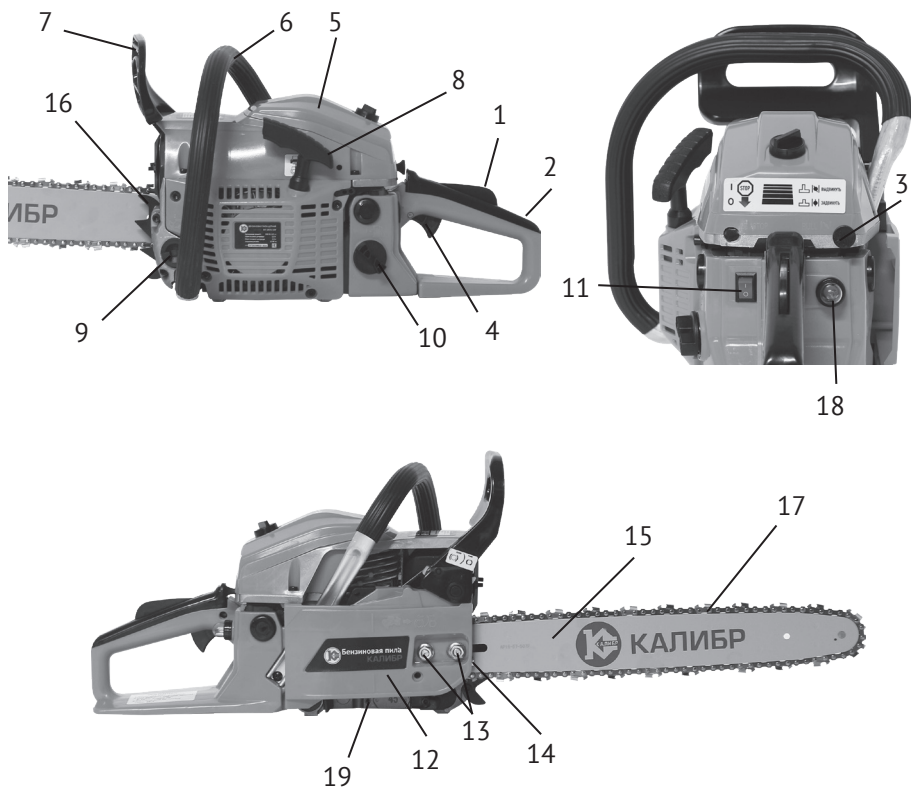

рис.1
Бензопила – инструмент, использующий в качестве привода одноцилиндровый двухтактный бензиновый двигатель внутреннего сгорания. Рабочим органом пилы является пильный аппарат, состоящий из бесконечной (замкнутой) пильной цепи (рис.1 поз.17), движущейся по шине (рис.1 поз.15).
Двигатель работает на топливе из смеси неэтилированного бензина с октановым числом не менее 92 и специального масла для 2-тактных двигателей. Он оснащён мембранным карбюратором и электронной системой зажигания. Для запуска двигателя служит ручной стартёр (рис.1 поз.8) и ручной насос (праймер, рис.1 поз.18) для предварительной подкачки топлива в карбюратор.
Ведущая звёздочка приводится в движение автоматической муфтой сцепления. На холостых оборотах зацепление не происходит, и пильная цепь не движется. Увеличиваем обороты двигателя до рабочих нажатием на рычаг управления дросселем (рис.1 поз.4). При этом колодки муфты сцепления расходятся и входят в зацепление с барабаном. Вращение начинает передаваться на приводную звёздочку пильной цепи. После отключения рычага управления дросселем, обороты двигателя снижаются до холостого хода (около 2900 об/мин), цепь автоматически останавливается. Остановка цепи также осуществляется механическим тормозом двойного действия: вручную, нажав левой рукой на щиток тормоза (рис.1 поз.7) от себя, или при срабатывании автоматического инерционного привода (при отскоке, защемлении цепи).
Две рукоятки пилы – передняя (рис.1 поз.6) и задняя (рис.1 поз.2) оснащены устройством виброгашения.
2.4 Общий вид бензопилы представлен на рис.1
2.5.1 Установка зубчатого упора (рис.1 поз.16)
Перед монтажом зубчатого упора убедитесь, что переключатель зажигания (рис.1 поз.11) находится в положении «0» - выключено.
- открутите с помощью комбинированного ключа гайки (рис.1 поз.13) крепления шины и снимите тормоз цепи в сборе;
- установите зубчатый упор (рис.1 поз.16) (зубьями вверх) и зафиксируйте двумя винтами (см.рис.).
- Ослабьте с помощью комбинированного ключа и снимите с пилы гайки (рис.1 поз.13)
- При снятом тормозе цепи, установите шину (рис.1 поз.15) на крепёжные шпильки в крайнее заднее положение.
- Пильную цепь (рис.1 поз.17) наденьте на ведущую звёздочку, расположенную за барабаном сцепления. Уложите верхнюю часть цепи в паз шины, пропустите цепь между зубцами ведомой звёздочки на переднем конце шины. Потяните шину вперёд так, чтобы нижняя часть цепи «села» в паз шины. Проверьте, чтобы направление зуба цепи совпадало с направлением, указанным на корпусе. Убедитесь, что тормоз цепи находится в выключенном положении.
- Удерживая шину с цепью, установите тормоз цепи на крепёжные шпильки, так чтобы сухарь винта натяжителя цепи (рис.1 поз.14) попал в регулировочное отверстие хвостовика шины.
- Затяните гайками (рис.1 поз.13) шину и тормоз цепи вручную.
Внимание! Перед регулировкой натяжения цепи убедитесь, что гайки крепления шины (рис.1 поз.13) немного ослаблены.
Регулировка натяжения цепи производится винтом (рис.1 поз.14) при ослабленных гайках крепления шины:
- открутите пробку масляного бака (рис.1 поз.9);
Расход масла для смазки цепи регулируется винтом (рис.1 поз.19). При повороте винта по часовой стрелке расход масла уменьшается, при повороте против часовой стрелки – увеличивается (символы MAX и MIN на корпусе).
- установите переключатель зажигания (рис.1 поз.11) в положение «I» - включено;
- несколько раз медленно нажмите на колпачок праймера (рис.1 поз.18) для подкачки топлива, пока смесь не заполнит резиновый колпачок кнопки;
- вытяните до упора кнопку воздушной заслонки (рис.1 поз.3) из корпуса бензопилы;
- нажмите последовательно рычаг безопасности (рис.1 поз.1) и рычаг управления дросселем (рис.1 поз.4);
- правой рукой за рукоятку стартера (рис.1 поз.8) сделайте несколько коротких рывков шнура стартера до первых признаков запуска двигателя (схватывание);
- при необходимости, несколько раз медленно нажмите на колпачок праймера (рис.1 поз.18) для подкачки топлива, пока смесь не заполнит резиновый колпачок кнопки;
- вытяните до упора кнопку воздушной заслонки (рис.1 поз.3) из корпуса бензопилы, затем задвиньте полностью обратно (заслонка заняла пусковое положение);
- вывернуть свечу зажигания, которая находится под крышкой (рис.1 поз.5) воздушного фильтра;